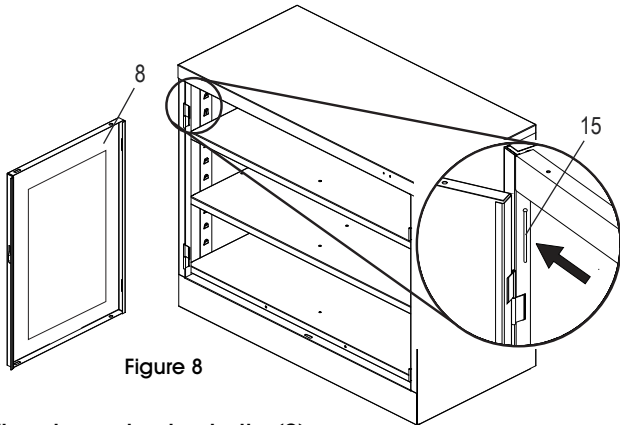

Figure 8
9. Fixez la porte de gauche (8) à l'unité en plaçant la porte sur les charnières, en alignant les trous de charnière et en déposant les axes de charnière (15) dans les fentes, puis en les enfonçant complètement en plaçant dessus le côté plat d'un tournevis sur lequel taper avec un marteau. (Voir Figure 8)